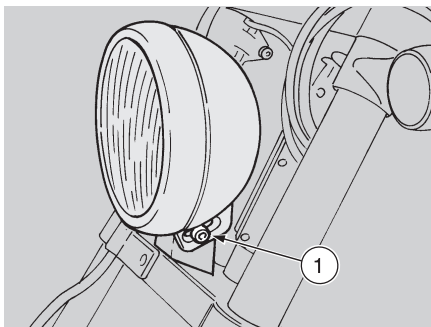

Fig. 51
- ◆ Desserrer la vis (1 - Fig. 51).
- ◆ Serrer la vis (1 - Fig. 51).
- ◆ Dévisser et enlever la vis (1 - Fig. 51).